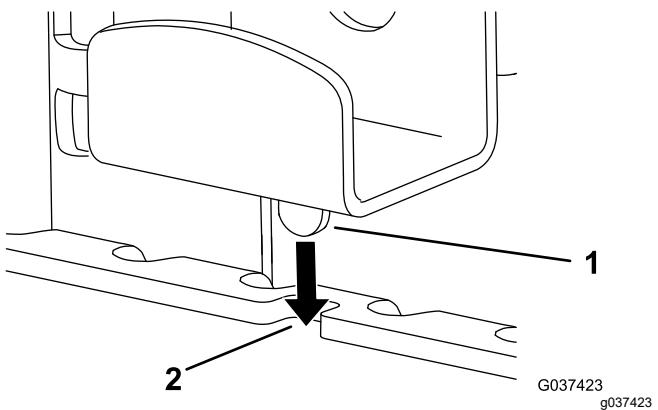

Figuur 6
1. Løsne knotten og hev den øvre braketten. Stram til knotten for å holde den på plass (Figuur 6).
2. Hvis du fjernet hengselbraketten, plasserer du den nedre kanten på bøtten over den nedre listen på den sveisede støttebraketten (Figuur 6).
3. Løsne knotten og senk den øvre braketten så langt som mulig over kanten på bøtten. Skru knotten godt fast (Figuur 6).